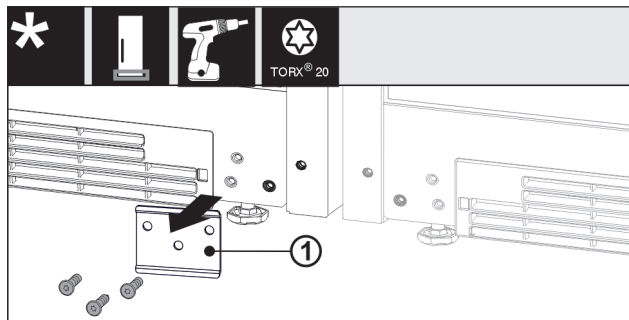

Fig. 16
- ▶ En el caso de estar instalada, desatornille la chapa Fig. 16 (1).